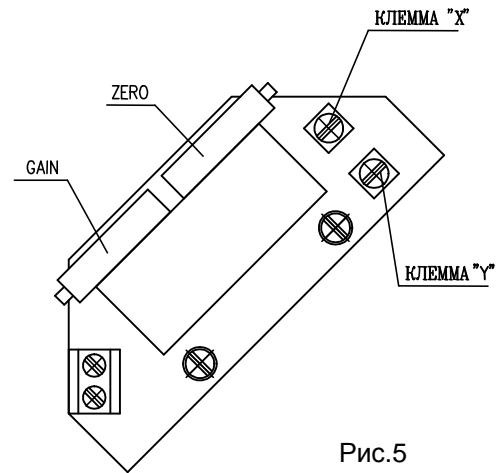

Рис.5
4.4.1 EPV - 2-проводниковое включение (рис.5,5а)
- Установите омический датчик на основании инструкций в предыдущей главе так, что омическую величину измеряйте на клеммах **X-Y** или **R-R** (рис.5,5а) (употреблен датчик с сопротивлением 100Ω).
- Поворачиванием устанавливающего триммера **GAIN** или **B** (рис.5) установите величину выходного сигнала тока, измеряемого на клеммах 81-82, на величину **20 мА**.
Рис. 5а